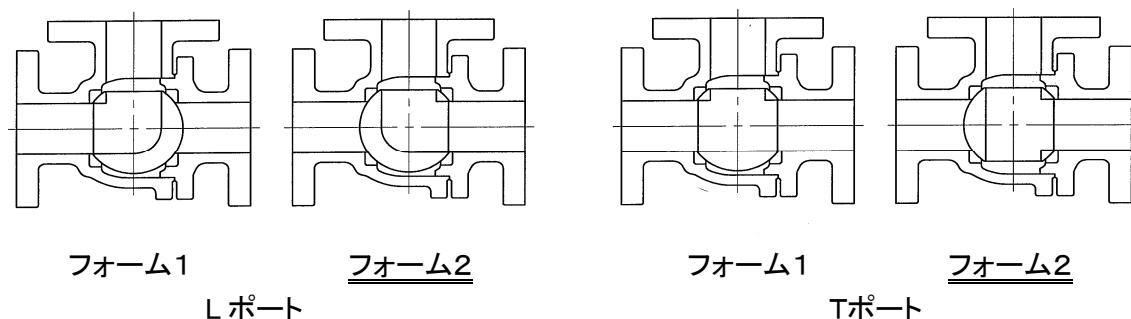
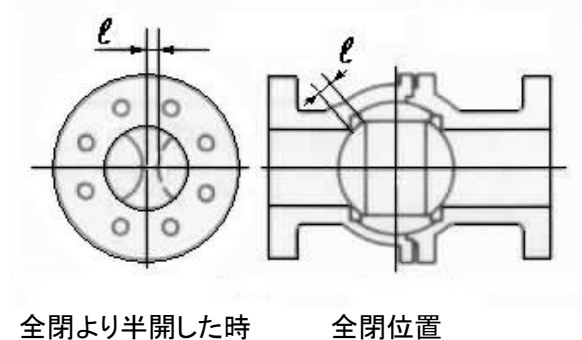
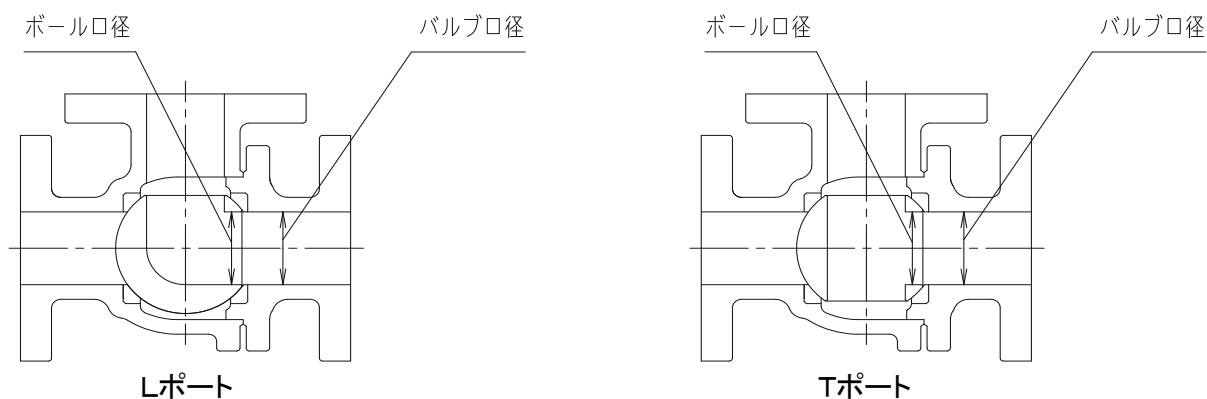

図27
図28
図29
- ② 手動操作にてバルブを全閉位置にします。全閉位置における弁体の位置は図28, 図29のとおりです。3方弁の場合は、バルブを上から見て時計方向に動かしたフォームにしてください。例えば、Lポートではフォーム2の位置に、Tポートのフォーム1とフォーム2の切替えではフォーム2の位置にしてください。(図27)
- ・ 2方弁の全閉位置はボールシートとボールの重なり量(図28)を測定し、表5の寸法(ℓ)となるように調整してください。
- ・ 3方弁の場合は、ボール口径が見える側からボールをのぞき、ボール口径がバルブ口径の中心になるように調整してください。(図29)